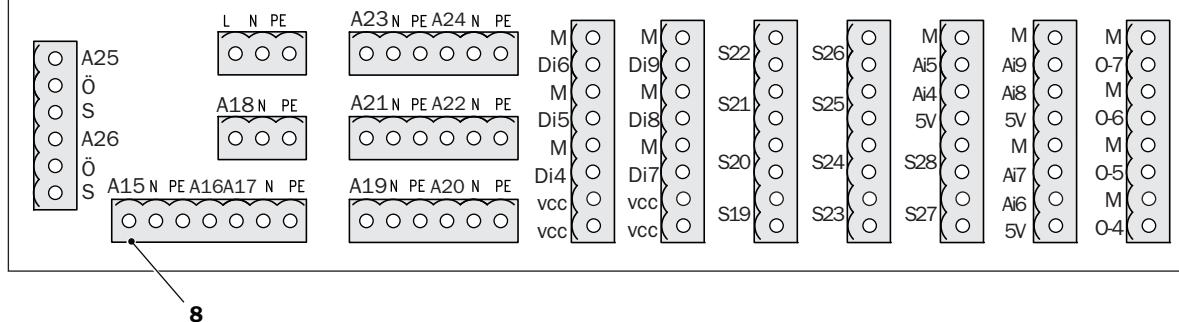

Fig. 21: Platina adicional
3. Saque los conectores de las bombas de (2 - 7) del módulo de red, así como (8) de la platineta adicional (→ fig. 21) y conéctelos en (2 - 8) del árbol de cables para casos de emergencia.